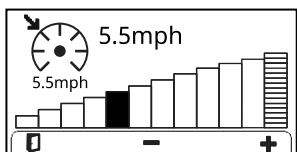

Figura 29
- **Ecran regulator de viteză (Figura 29):** apare atunci când regulatorul de viteză este cuplat (dacă nu sunteți într-un ecran individual de meniu) sau dacă apăsați butonul cu regulatorul de viteză cuplat.